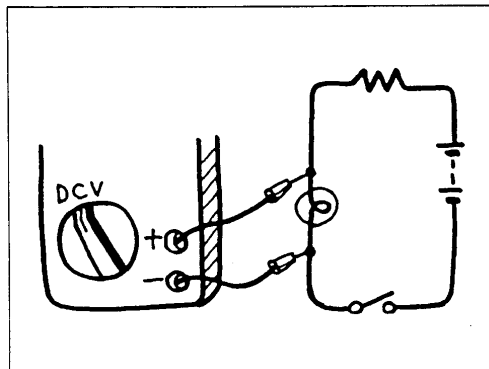

Рис.1-38Т
- 2) Подключите тестер параллельно цепи, в которой производится измерение. (Рис.1-38Т).
- 3) Подключите тестер параллельно цепи, в которой производится измерение. (Рис.1-38Т).